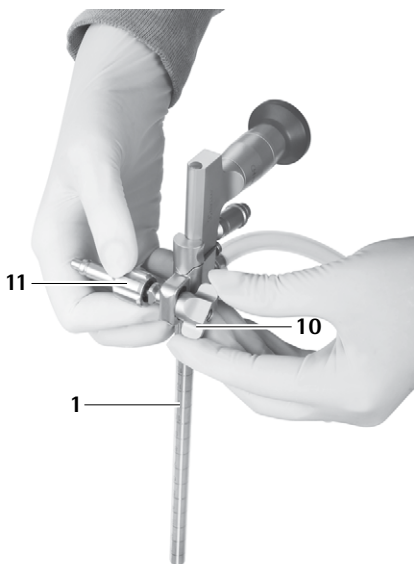

Fig. 19
- Visser l'écrou à ailettes **10** jusqu'à la fixation de l'adaptateur pour bras de maintien **11**, voir Fig. 19. Le trocart MINOPInVent **1** est prêt à être adapté au bras de maintien.